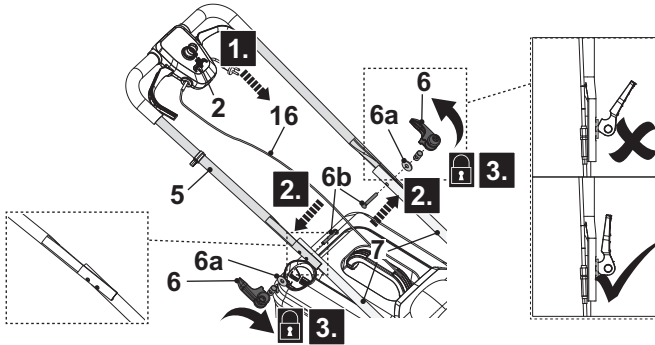

Fig. 3
**NOTA:** Para el primer montaje, fije los manillares inferiores (7) con las palancas de sujeción (6) en la posición media del mecanismo de ajuste de inclinación, alineando la línea de indicación (7a) con el indicador (9a) del asa de transporte (9). Asegúrese de que los manillares inferiores (7) estén montados a la misma altura en ambos lados.
4. Sostenga el manillar superior (5) con el botón del interruptor de seguridad (2) mirando hacia arriba. Alinee los orificios de montaje del manillar superior (5) y de los manillares inferiores (7) (Fig. 3, paso 1).
5. Pase el perno de montaje (6b) a través de los orificios de montaje hasta el final (Fig. 3, paso 2).
6. Coloque la arandela (6a) y enrosque la palanca de sujeción (6) en el sentido de las agujas del reloj a través de la rosca del perno de montaje (6b), bloquéela doblando la palanca de sujeción (6) hacia el mango. Si la palanca de sujeción (6) no se puede doblar, aflójela y vuelva a doblarla. Si está demasiado floja, apriétela girando la palanca de sujeción (6) (Fig.3, paso 3).
7. Vuelva a hacerlo en el otro lado. Asegúrese de que el cordón de interconexión (16). pase por el lado superior del manillar superior (5, 7).
**NOTA:** Hay dos posiciones de altura del manillar superior (5). Asegúrese de que el manillar superior (5) esté montado a la misma altura en ambos manillares inferiores (7).